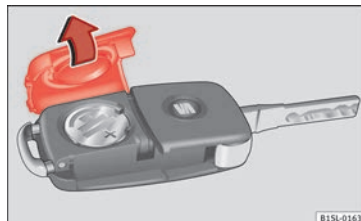

Fig. 127 Clé du véhicule : couvercle du compartiment de la pile.
La pile se trouve à l'arrière de la clé du véhicule, sous un couvercle » **fig. 127**.
- Retirez le couvercle de la partie arrière de la clé du véhicule » fig. 127 dans le sens de la flèche » ①.
- Placez le couvercle sur le boîtier de la clé du véhicule et appuyez comme indiqué » fig. 127, dans le sens contraire de la flèche, jusqu'à ce qu'il s'encastre.
① ATTENTION